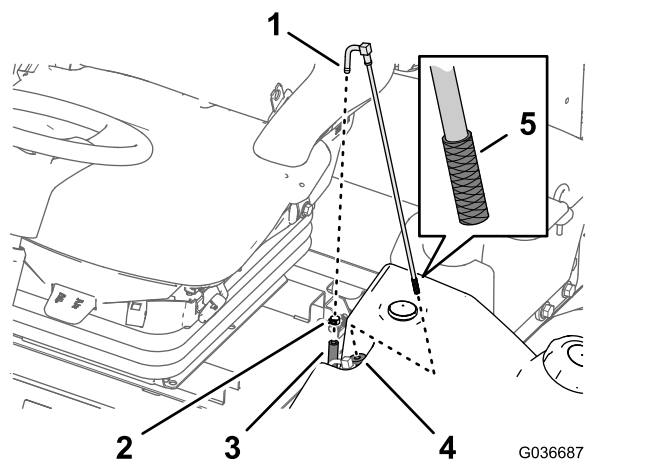

Figura 90
1. Retire la abrazadera que fija la manguera de suministro de combustible al acoplamiento del tubo de aspiración de combustible (Figura 90).
2. Retire la manguera del acoplamiento (Figura 90).
3. Eleve el tubo de aspiración de combustible del depósito de combustible (Figura 90).
4. Limpie cualquier residuo de la rejilla al final del tubo de aspiración de combustible (Figura 90).
5. Inserte el tubo de aspiración de combustible a través del casquillo de goma y en el depósito (Figura 90).